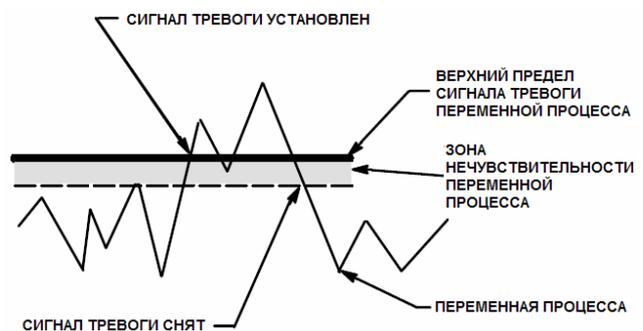

Рисунок 4-8. Зона нечувствительности сигнала тревоги переменной процесса (пример с сигналом тревоги переменной процесса высокого уровня)
- *PV Alrm Deadband* — Зона нечувствительности сигнала тревоги переменной процесса – это величина, на которую должна измениться переменная процесса в технических единицах, чтобы сбросить сигнал тревоги переменной процесса после того, как он появился. Зона нечувствительности применима ко всем сигналам тревоги переменной процесса. См. рисунок 4-8.
генерируется сигнал тревоги высокого уровня. После появления сигнала тревоги, для его сброса, значение переменной процесса должно упасть ниже порогового значения сигнала тревоги переменной процесса высокого уровня на величину зоны нечувствительности сигнала тревоги переменной процесса. См. рисунок 4-8.
- *Hi Hi Alrm Enabl* — Включено или выключено. Разрешение сигнала тревоги высокого-высокого уровня включает проверку значения переменной процесса относительно порогового значения сигнала тревоги переменной процесса высокого-высокого уровня. Если значение переменной процесса увеличилось выше порогового значения сигнала тревоги переменной процесса высокого-высокого уровня, генерируется сигнал тревоги высокого-высокого уровня. После появления сигнала тревоги, для его сброса, значение переменной процесса должно снизиться ниже порогового значения сигнала тревоги переменной процесса высокого-высокого уровня на величину зоны нечувствительности сигнала тревоги переменной процесса. См. рисунок 4-8.
- *Lo Alrm Enabl* — Включено или выключено. Разрешение сигнала тревоги низкого уровня включает проверку значения переменной процесса относительно порогового значения сигнала тревоги переменной процесса низкого уровня. Если значение переменной процесса упало ниже порогового значения сигнала тревоги переменной процесса низкого уровня, генерируется сигнал тревоги низкого уровня. После появления сигнала тревоги, для его сброса, значение переменной процесса должно подняться выше порогового значения сигнала тревоги переменной процесса низкого уровня на величину зоны нечувствительности сигнала тревоги переменной процесса. См. рисунок 4-8.
- *Lo Lo Alrm Enabl* — Включено или выключено. Разрешение сигнала тревоги низкого-низкого уровня включает проверку значения переменной процесса относительно порогового значения сигнала тревоги переменной процесса низкого-низкого уровня. Если значение переменной процесса упало ниже порогового значения сигнала тревоги переменной процесса низкого-низкого уровня, генерируется сигнал тревоги низкого-низкого уровня. После появления сигнала тревоги, для его сброса, значение переменной процесса должно подняться выше порогового значения сигнала тревоги переменной процесса низкого-низкого уровня на величину зоны нечувствительности сигнала тревоги переменной процесса. См. рисунок 4-8.